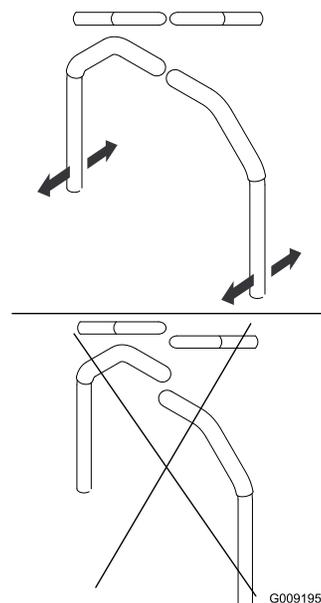

Figura 80
4. Alinhe as alavancas dianteiras para a posição traseira ao juntar as alavancas na posição de ponto-morto e faça-as deslizar até estarem alinhadas, depois aperte os parafusos (Figura 80).